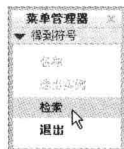

图 12-81 选择“检索”选项
Step 03 弹出“得到符号”菜单管理器，选择“检索”选项，如图 12-81 所示。